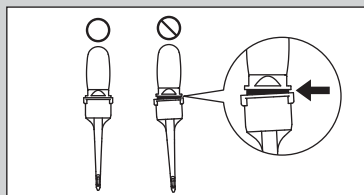

Fig. 9
- Inserte con cuidado la punta hasta el final, según se indica en la Fig. 9. Si inserta la punta de manera incorrecta, ésta puede salirse y provocar que el paciente la trague accidentalmente.